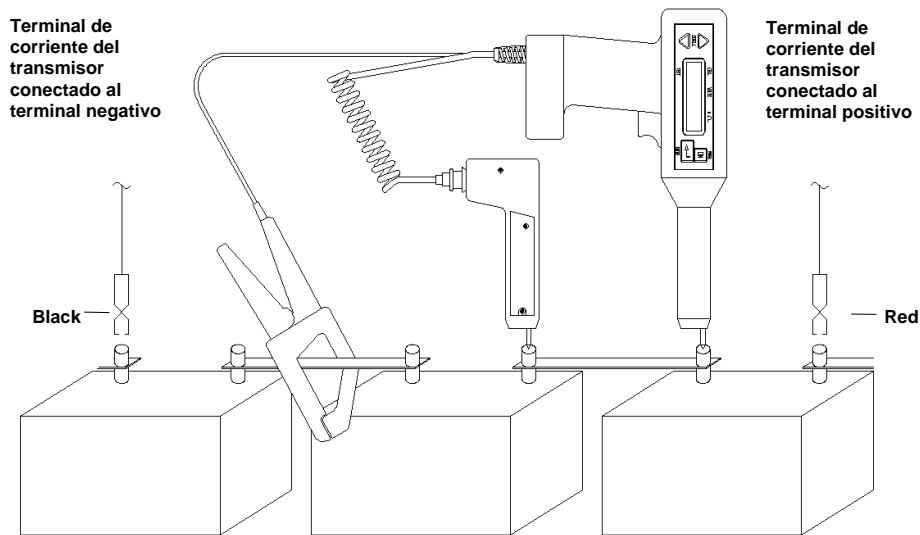

Figura 4-7: Receptor y sonda conectados a los bornes del puente
4. Coloque el **receptor** y la sonda de tension en los terminales del puente, y pulse con la sonda. Ver la colocacion de ejemplo que muestra la Figura 4-7.
Ver el ejemplo de colocación en la Figura 4-7, página 40.